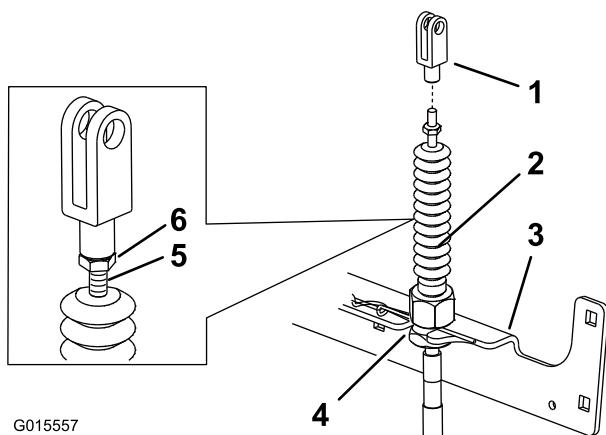

Figura 12
2. Sujete la horquilla y apriete la contratuerca contra la horquilla para sujetarla en su sitio. Repita en el otro lado (Figura 12).
4. Coloque los cables en las ranuras del travesaño con las tuercas de ajuste encima (Figura 12).